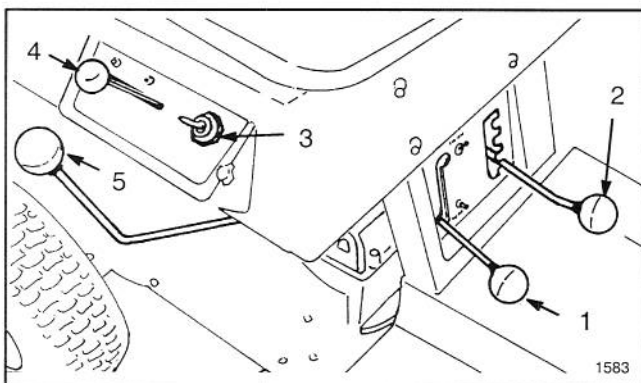

Abbildung 5
**Gangschaltung** (Abb. 5)—Das Getriebe hat fünf Vorwärtsgänge, Leerlauf und Rückwärtsgang. Der Schalthebel befindet sich rechts vom Fahrer. Ein Sperrschalter, der Motorstart bei eingelegtem Gang verhindert, ist oben am Getriebe montiert.
**Schnittmesserkontrollhebel** (Abb. 5)—Mit dem Schnittmesserkontrollhebel wird das Schnittmesser ein- und ausgerastet. Ein Sperrschalter verhindert Motorstart, wenn der Hebel auf EINGERASTETER Position steht. Der Motor springt nur an, wenn der Hebel auf AUSGERASTETER Position steht.
**Gashebel** (Abb. 5)—Mit dem Gashebel werden Gasregler und Choke am Vergaser betätigt. Der Hebel hat drei Stellungen: LANGSAM, SCHNELL und CHOKE.
**Schnitthöheeneinstellung** (Abb. 5)—Mit dem Schnitthöhenhebel kann die Schnitthöhe in fünf Abstufungen von ca. 1-1/2 bis 3-1/2 Inch eingestellt werden.
**Zündschalter** (Abb. 5)—Der Schalter hat drei Stellungen: ON, OFF und START.
2. Die Gangschaltung auf Neutralposition und den Schnittmesserkontrollhebel auf AUSRAST-Sperre stellen (Abb. 5).
3. Den Gashebel auf CHOKE-Position stellen (Abb. 5), wenn ein kalter Motor gestartet wird. Bei einem warmen Motor braucht der Choke nicht betätigt zu werden. Den Gashebel zum Start auf Position FAST stellen.
4. Den Zündschlüssel (Abb. 5) auf Position START drehen. Wenn der Motor startet, den Schlüssel loslassen und den Gashebel zwischen FAST und SLOW stellen, wenn der Choke zum Start verwendet wurde. Den Mäher für optimale Leistung mit dem Gashebel auf Position FAST (Vollgas) betreiben.
1. Den Schnittmesserkontrollhebel auf AUSRAST-Sperre stellen (Abb. 5).
2. Den Schnitthöhenkontrollhebel (Abb. 5) auf die gewünschte Position stellen.